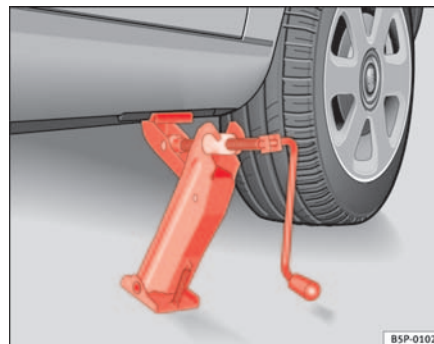

Abb. 175 Wagenheber
- Richten Sie den Wagenheber so aus, dass seine Klaue den Steg des Unterholms umfasst und die bewegliche Grundplatte plan auf dem Boden aufliegt ⇒ Seite 247, Abb. 175.